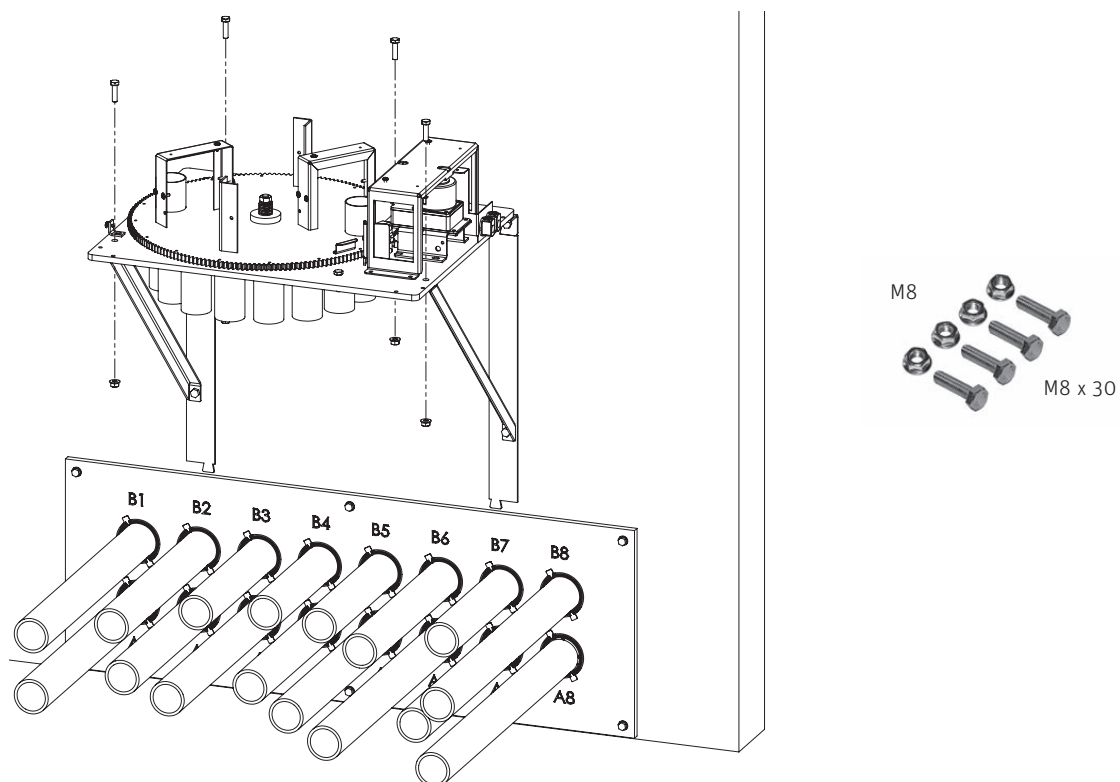

Fig. 46 Montage de l'unité de commutation
- Fixer l'unité de commutation sur l'équerre de montage et les appuis avec resp. 4 vis à six pans a dents de blocage M8x30 et des écrous à dents de blocage M8 – Fig. 46.